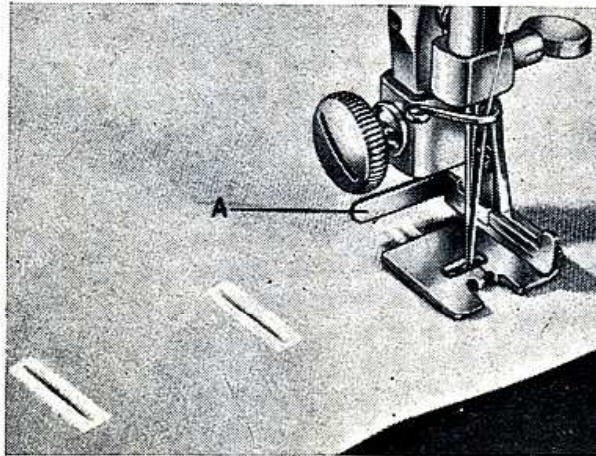

Abb. 26.
5. Längenmass des Knopflochnähfußes (A in Abb. 26) einstellen, um die gewünschte Länge desselben zu bezeichnen. Der Abstand zwischen Nadel und Längenmass bestimmt die Länge des Knopfloches.
2. Den Anfang des Knopfloches unter die Nadel legen, mit der Kennzeichnung auf sich zu. Nähfuß herunterlassen und mit nähen anfangen. Anhalten, wenn die erste Stichreihe das Längenmass (A in Abb. 26) erreicht.